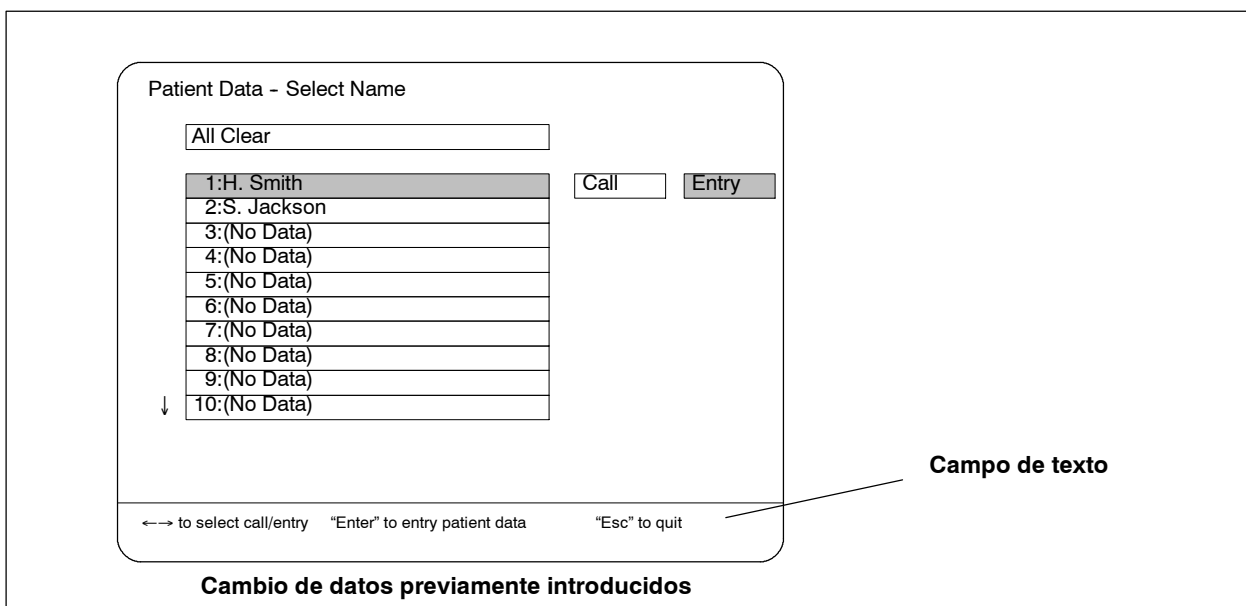

Figura 6.31
1. Mediante las teclas “↑” y “↓” marque un nombre y pulse la tecla “Enter”. Cuando aparezcan los símbolos [Call] y [Entry] a la derecha de la posición seleccionada marque el símbolo [Entry] con la tecla “←” ó “→” y pulse la tecla “Enter” (ver figura 6.31).